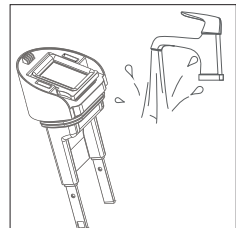

Abb. 17 – Verschlusskappe reinigen
- ▶ Reinigen Sie die Verschlusskappe unter fließendem Wasser (**siehe Abb. 17**).